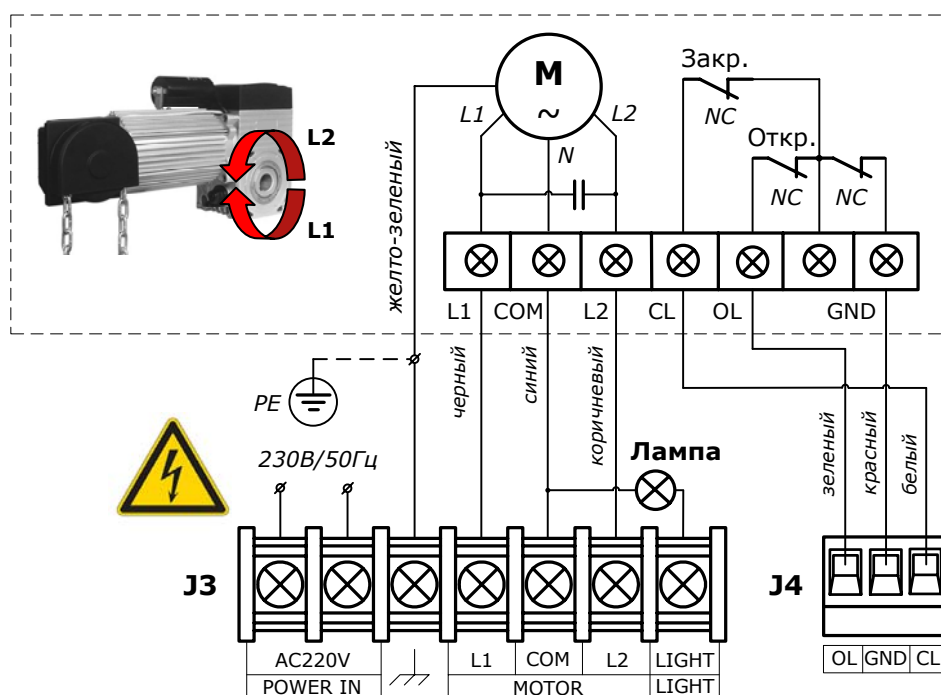
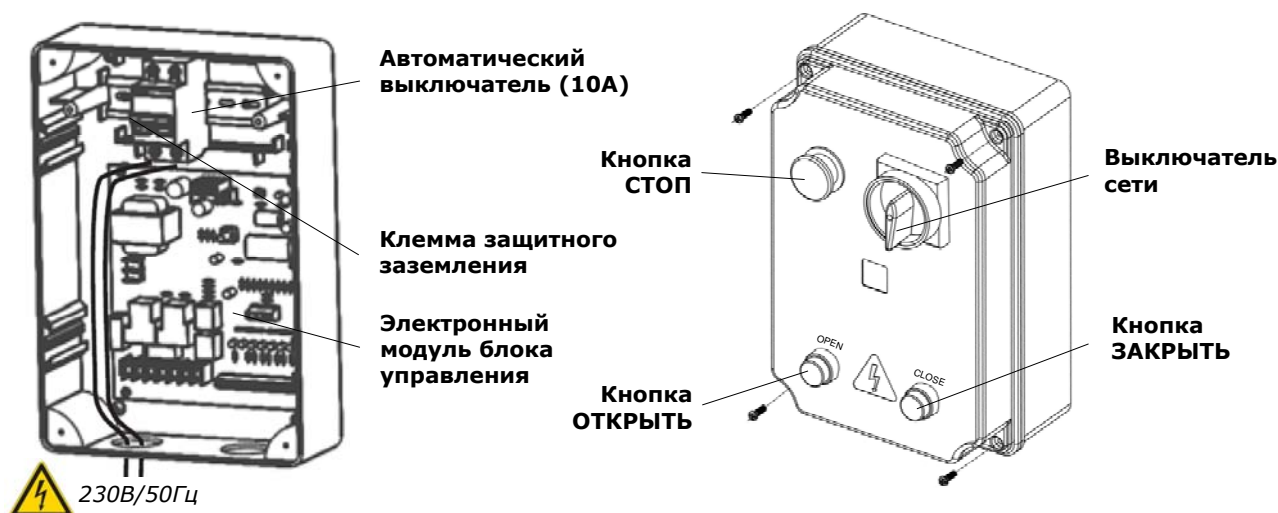

Рис. 7. Электрические подключения привода к блоку управления
Рис. 9. Блок управления DGT-C06
При подключениях электродвигателя и выключателей конечных положений (Рис. 7) используйте предлагаемые кабели из комплекта привода (Таблица 1), четырехжильный (4G1,5мм²) и трехжильный (3×0,5мм²) соответственно.
Для сигнализации о движении ворот к блоку управления привода может быть подключена проблесковая лампа (Рис. 7) 230В, макс. 60Вт. Проблесковая лампа подключается к клеммам «LIGHT» и «COM».
Подведенные к блоку управления питающие провода электрической сети подключите к автоматическому выключателю (Рис. 9). Провод защитного заземления подключите к клемме защитного заземления блока управления, расположенной рядом с автоматическим выключателем. Все подключенные к блоку управления кабели и провода должны быть связаны и закреплены, для этого воспользуйтесь стяжками из комплекта блока управления.
- Переведите автоматический выключатель (Рис. 9) во включенное положение - ON.
- Проверьте наличие индикации на электронном модуле блока управления согласно таблицы 6. Если индикации нет или не соответствует требуемой, отключите блок управления и внимательно проверьте все подключения (сверьтесь с разделом «9. Неисправности и рекомендации по их устранению»). Если к приводу подключены фотоэлементы, необходимо проверить приемник (RX). Если индикатор приемника не светиться или моргает, это означает, что сигнала нет или сигнал прерывается из-за неточной регулировки фотоэлементов.
- С помощью кнопок ОТКРЫТЬ (OPEN) и ЗАКРЫТЬ (CLOSE) проверьте, что движение полотна ворот осуществляется в требуемых направлениях. Если направление вращения выходного вала привода не совпадает с требуемым, отключите электрическую сеть и поменяйте местами провода подключения на клеммах «L1» и «L2» (Рис. 7).